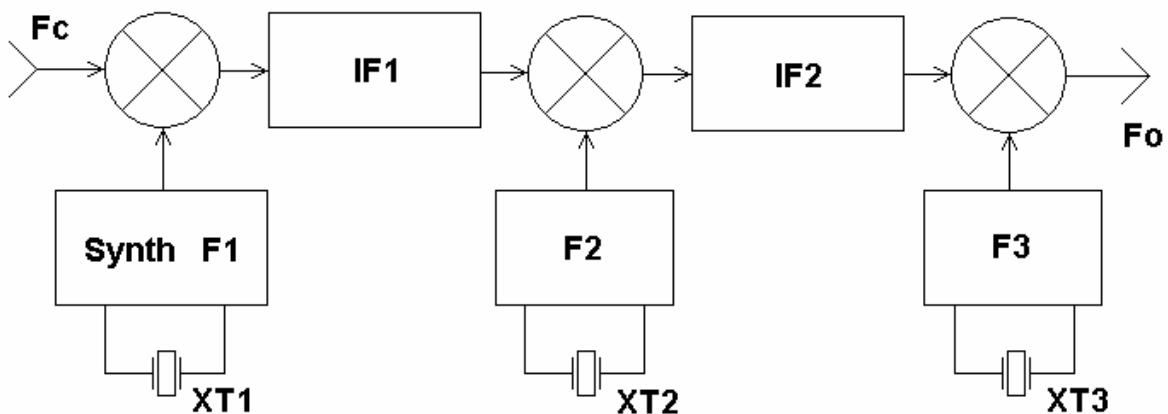
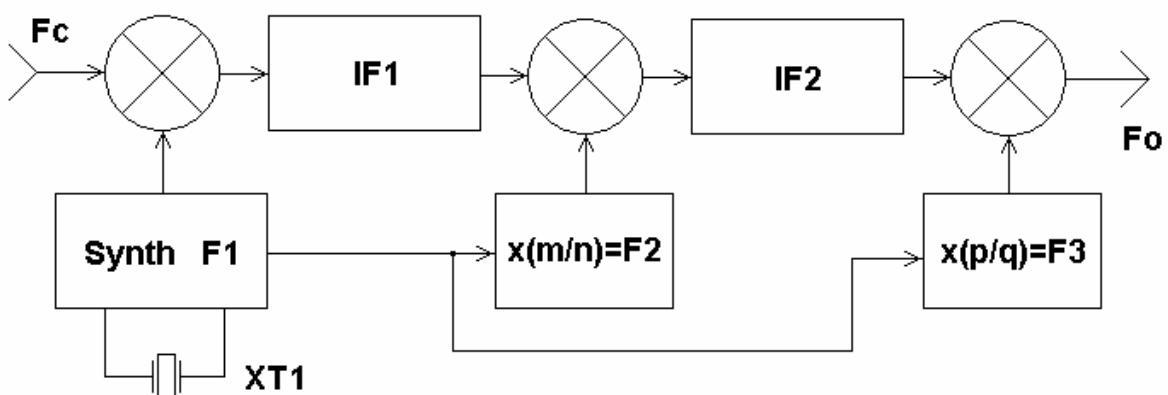

Рис. 1
Рис. 3
Для примера на рис. 1 приведена типовая структурная схема супергетеродинного приемника с двойным преобразованием частоты, пригодного для регистрации телеграфных (CW), однополосных (SSB) и цифровых (RTTY, PSK и т.д.) сигналов. Если первые два вида сигналов могут приниматься на-слух, то для цифровых сигналов требуется демодулятор, работающий, как правило, также в диапазоне звуковых частот, преимущественно 500...1500 Гц.
Но, вернемся к супергетеродину рис. 1 и оценим стабильность его выходной частоты **F_o**, считая входную частоту сигнала **F_c** абсолютно стабильной. Ясно, что нестабильность **F_o** определяется уходами частоты гетеродинов $\delta F_1 \dots \delta F_3$. Теория ошибок учит, что абсолютные погрешности величин при их сложении и вычитании всегда складываются, поэтому
В последние годы, с разработкой большого ассортимента цифровых микросхем и микропроцессоров, стало возможным строить синтезаторы и формирователи нужной сетки частот на основе единственного опорного кварцевого генератора высокой стабильности. Схема супергетеродинного приемника с двойным преобразованием, гетеродинные частоты которого формируются таким способом, показана на рис. 3.
Относительно сложным в нем оказывается лишь синтезатор частоты F_1 , обеспечивающий перестройку приемника с необходимым шагом, обычно 10 Гц. Впрочем, он необходим и в ранее рассмотренном приемнике по рис. 1. Синтезаторы частот F_2 и F_3 (рис. 3) должны генерировать фиксированные частоты путем умножения и деления частоты опорного кварца $XT1$ на целочисленные коэффициенты m, n для F_2 и p, q для F_3 , поэтому они довольно просты и легко изготавливаются на современных микросхемах делителей частоты, содержащих линейки триггеров.
Большим достоинством описанного приемника (рис. 3) является уменьшение абсолютной нестабильности с понижением частоты приема F_c и, соответственно, F_h . Например, при доплеровских исследованиях на СВ (примерно 1 МГц) разрешение можно повысить до 0,01 Гц, а на ДВ (100 кГц) – до 0,001 Гц, что практически невозможно в приемнике с независимыми гетеродинами (рис. 1).